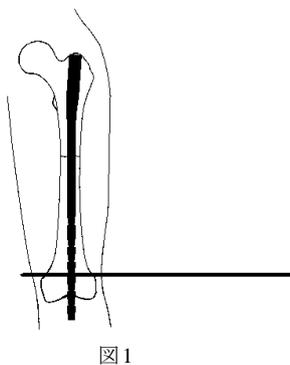

図1
- 1) 骨折部の修復後、ロングネイル用テンプレートを患者大腿皮膚面に置き、ロングネイルの長さを確認します。（図 1）